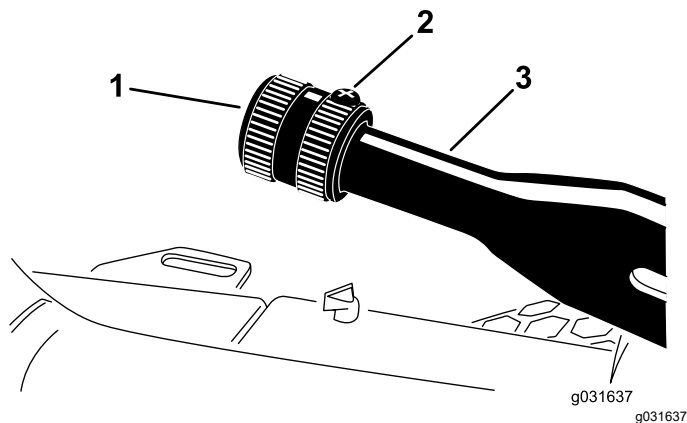

Figura 61
1. Afloje el tornillo de fijación que sujeta el pomo a la palanca del freno de estacionamiento (Figura 61).